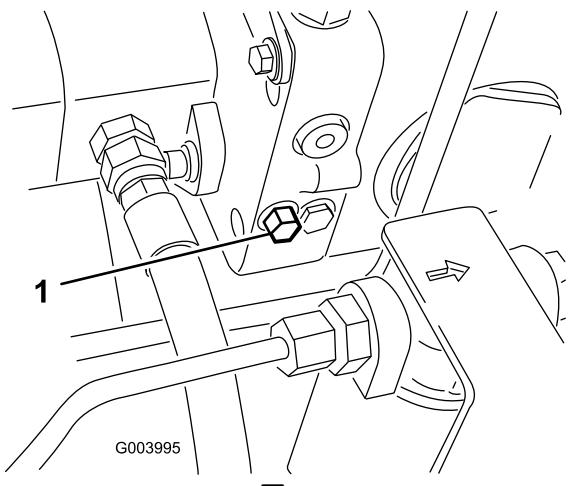

图35
- 旁通阀位于静液压泵的左侧（图35）。将螺栓旋转1-1/2圈，打开旁通阀并允许液体在内部分流。